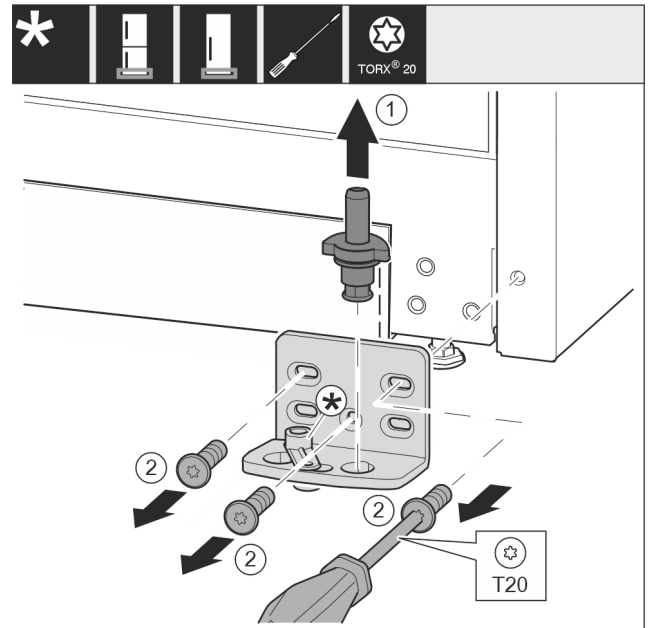

Fig. 15
- Irrota laakeripultti kokonaan vetämällä se pois yläkautta. Fig. 15 (1)
- Kierrä ruuvit irti T20-ruuvimeisselillä ja irrota laakeripukki. Fig. 15 (2)